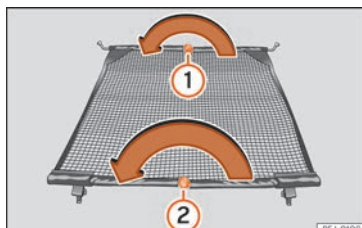

Abb. 128 Netztrennwand einklappen.
- Entriegelungsknopf »» Abb. 128 ① drücken und Querstange bei gedrücktem Entriegelungsknopf in Pfeilrichtung einklappen.
- Entriegelungsknopf »» Abb. 128 ② drücken und Querstange bei gedrücktem Entriegelungsknopf in Pfeilrichtung einklappen.